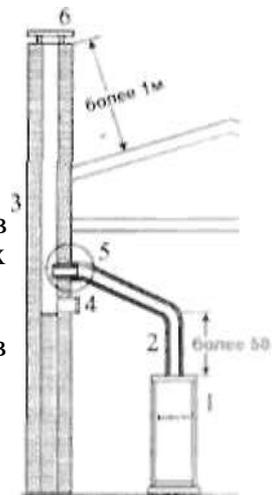

Рис. 28.1
2. Дымоход здания. (Рис. 28.1.)
2.1. Дымоход здания должен обеспечивать отвод продуктов сгорания в полном объеме. Дымоход здания показан на рис. 28.1: